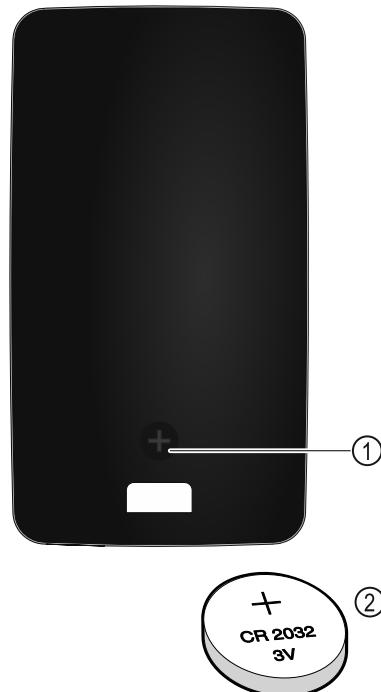

Fig. 141
Opskrbu elektroenergijom daljinskog upravljača pruža baterija tipa CR 2032 od 3 V Fig. 141 (2) koja je dostupna u specijaliziranim trgovinama.
- Odvrnute vijak Fig. 141 (1) na stražnjoj strani daljinskog upravljača.